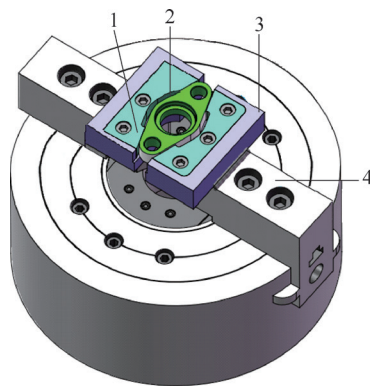

图8 工装（法兰两爪夹具）示意
1) 改善前工艺：①铣削。先前工艺是用永磁铁吸盘吸住，铣削右端面，控制总厚度。②车削。以右端面、外轮廓为基准，车削内孔。③加工中心加工。以内孔定中心，外轮廓定位，压住斜面，铣削左面，钻 $2 \times \phi 10\text{mm}$ 孔。
4) 解决方案：①增加防错措施。加工时识别模锻斜度（在模具上增加标识，产品毛坯面标识后具有防错功能）。②删减铣削工序，右端面与内孔车削加工合并，增加专用工装。设计工装如图8所示。③采用加工中心。夹持外形，铣左端面、钻孔及倒角。
5) 工装夹具设计制造。夹具材料为45钢，焊接加工前调质处理 $28 \sim 32\text{HRC}$ 。加工工艺步骤：①软爪安装完毕后，焊接固定轮廓板（两块），卡爪夹紧状态，加工中心铣削工装内轮廓（轮廓较工件内偏置 $0.5 \sim 1.0\text{mm}$ ），并且加工模锻斜度 1.5° ，加